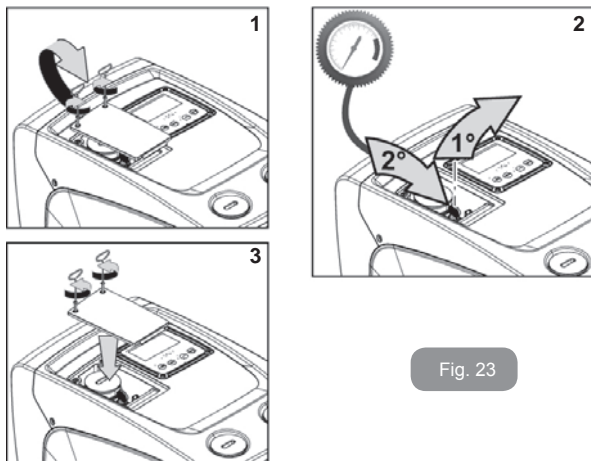

Fig. 23
1. ta bort luckan till utrymmet för extra underhåll (Fig. 1, sida F) genom att lossa de två låsskruvarna med det medföljande verktyget. Ta inte bort skruvarna helt utan använd dem för att dra ut luckan. Tappa inte skruvarna in i systemet när de har tagits bort från luckan (fig. 23);
2. dra av gummihylsan från expansionskärllets ventil (fig. 23);
3. justera ventilen enligt anvisningarna i avsnitt 1.2 (fig. 23);
4. sätt tillbaka gummihylsan (fig. 23);
5. sätt tillbaka luckan och dra åt de två skruvarna (fig. 23).